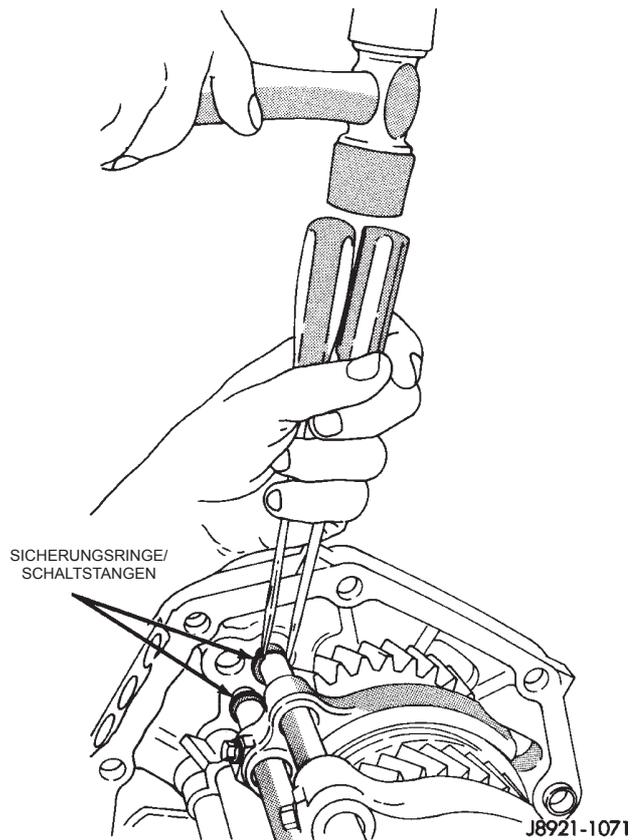

Abb. 69 Sicherungsringe der Schaltstangen ausbauen
(21) Die Sicherungsringe der Schaltstangen für den ersten und zweiten Gang sowie für den dritten und vierten Gang mit Hilfe von zwei Schraubendrehern gleicher Größe und Länge ausbauen (Abb. 69).
(22) Die Fixierschrauben lösen, mit denen die Schaltgabeln für den ersten und zweiten Gang sowie